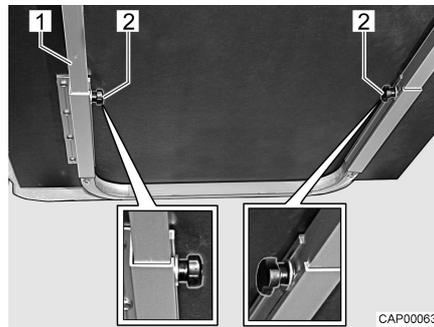

Fig. 27 Spostamento/allungamento del tavolo sospeso
- Svitare le viti a testa cilindrica zigrinata (Fig. 27,2).
- Sollevare leggermente il piano del tavolo ed estrarlo fino all'arresto. La prolunga del tavolo (Fig. 27,1) è completamente estratta.
- Sollevare leggermente il piano del tavolo e spingerlo all'indietro fino all'arresto. La prolunga del tavolo (Fig. 27,1) è completamente rientrata.